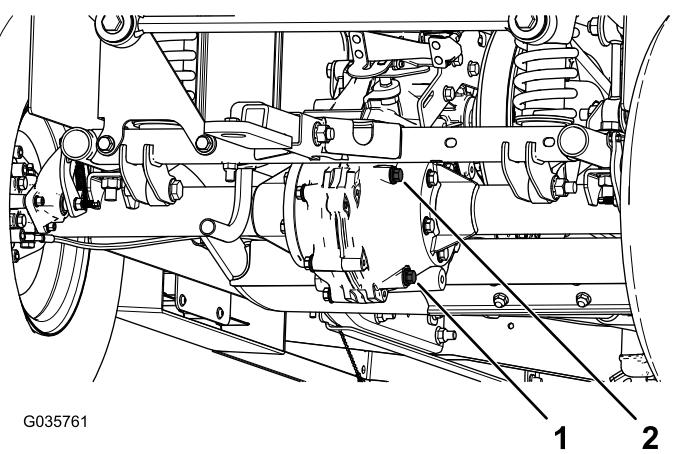

Figura 56
- Retire el tapón de llenado del transeje (Figura 56).
5. Si el nivel de fluido es bajo, retire el tapón de llenado y añada fluido del tipo especificado hasta que salga del orificio (Figura 56).
1. Coloque un recipiente debajo del tapón de vaciado (Figura 56).
2. Retire el tapón de llenado y la junta (Figura 56).
3. Retire el tapón de vaciado y la junta, y deje que el fluido se drene completamente (Figura 56).